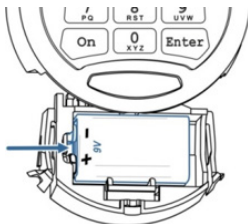

Fig. 5.2
- Trennen Sie die Batterie von den Kontakten.(siehe Abbildung 5.2)